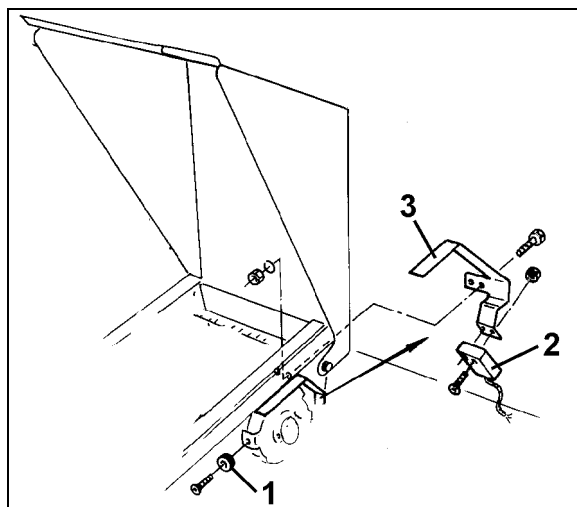

Рис. 11
На сеялке ED (Рис. 11) датчик и магнит устанавливаются на входе регулируемого редуктора со звездочкой следующим образом:
1. Привинтите магнит (Рис. 11/1) при помощи самореза M4 x 10 на импульсном диске входящего вала редуктора.
2. Для установки датчика ослабьте фиксатор импульсного диска (Рис. 11/3), а затем снова его привинтите.
3. Привинтите датчик (Рис. 11/2) к фиксатору импульсного диска (Рис. 11/3).